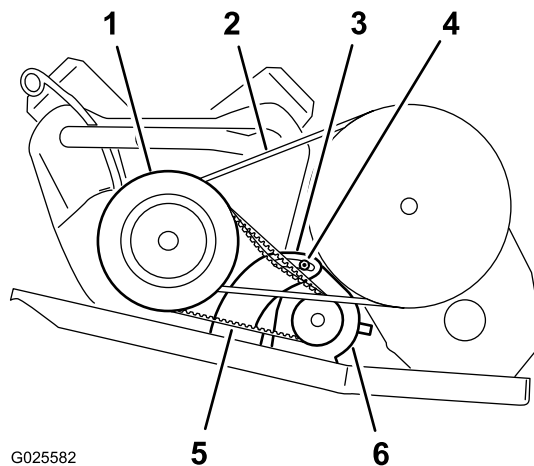

Figura 64
2. Desaperte a porca de articulação do gerador do motor de arranque (Figura 64).
4. Pressione o pé-de-cabra para rodar o motor de arranque na ranhura até a tensão da correia permitir apenas 6 mm de deflexão da correia com 44 N de força (Figura 64).
5. Aperte a porca de articulação à mão e retire o pé-de-cabra (Figura 64).